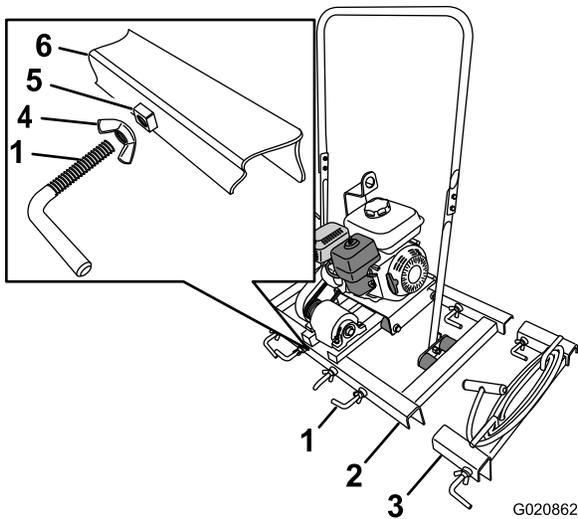

Figure 5
1. S'ils ne sont pas déjà présents, vissez les écrous à oreilles sur le boulon en L (Figure 5).
2. Vissez les boulons en L de 2 ou 3 tours dans les écrous soudés des profilés en U du cadre et des écarteurs (Figure 5).